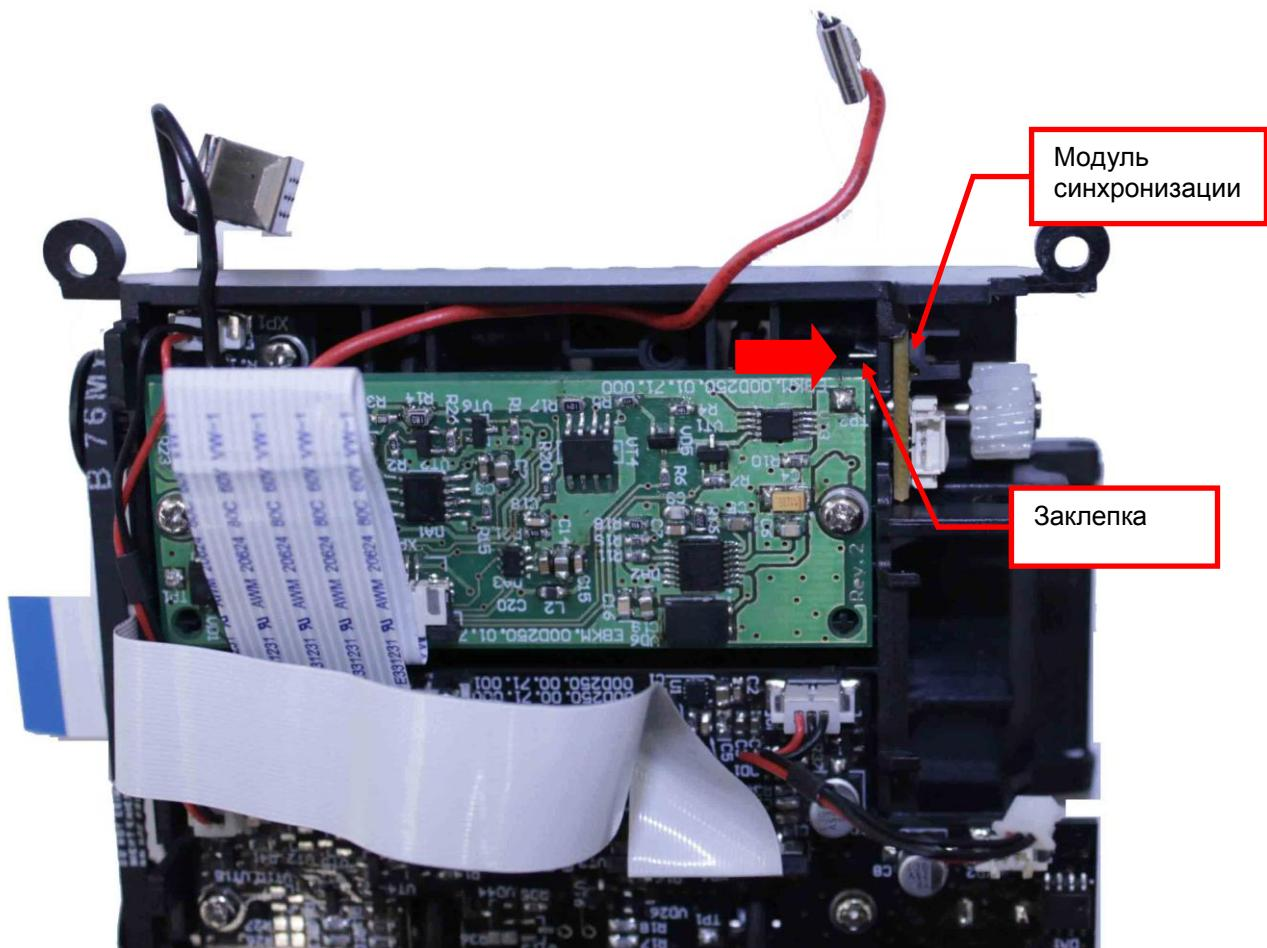

Рисунок 9.27
**9.12.3** Снимите, с помощью пинцета и скальпеля, пластиковую заклепку, крепящую модуль синхронизации (см. рис.9.27), нажимая на стержень заклепки.